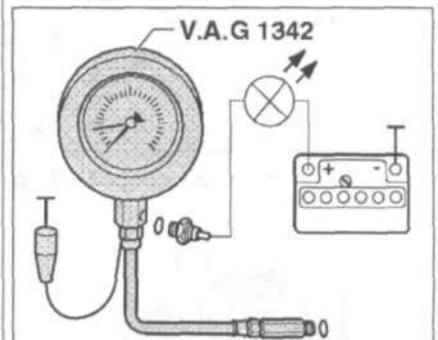

Рис. 3.21. Проверка давления масла и датчика давления.
1. Выкрутите датчик давления и вкрутите его в тестер (рис. 3.21).
6. Выкрутите датчик давления и вкрутите его в тестер (рис. 3.21).